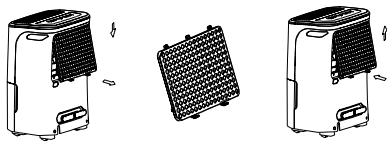

Рис. 8
- Возьмитесь за выступ на фильтре и потяните его вверх, затем выньте его, как показано на Рис. 8.